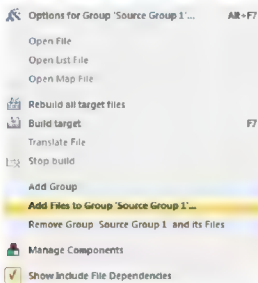
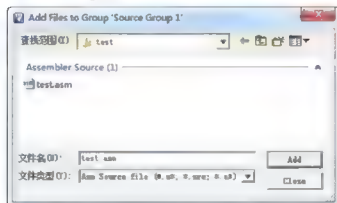

图 A-12 将源文件加入到项目中
图 A-13 Add Files to Group ‘Source Group 1’ 对话框
(1) 在“Project”（项目管理器）窗口中单击“Target 1”前面的“+”号，展开下一层的“Source Group 1”文件夹，在“Source Group 1”文件夹上单击鼠标右键，弹出快捷菜单，如图 A-12 所示。从弹出的快捷菜单中选择“Add Files to Group ‘Source Group 1’...”项，弹出“Add Files to Group ‘Source Group 1’”对话框，如图 A-13 所示。